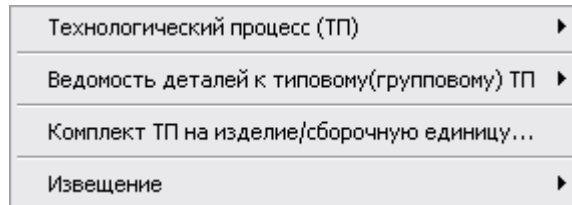

Рис. 9. Меню выбора варианта оформления технологического документа.
8. В меню выбора выберите **Ведомость деталей к групповому (типовому) ТП** (см. Рис. 9);